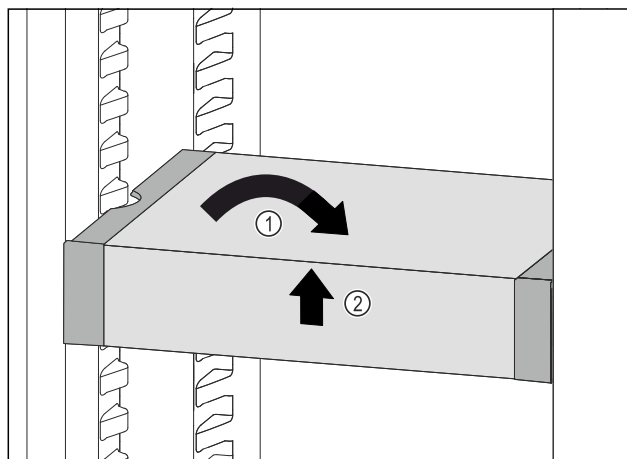

Fig. 120
- ▶ Изправете VarioSafe. Fig. 120 (1)
- ▶ Повдигнете VarioSafe отпред. Fig. 120 (2)